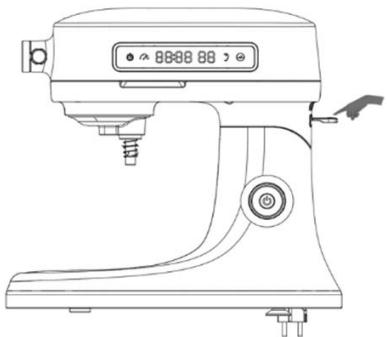
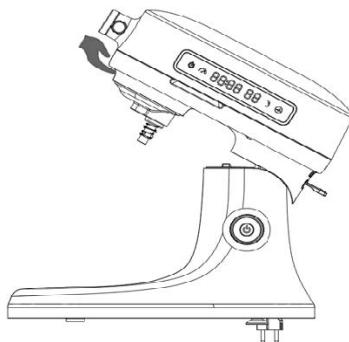

Figura 1
Figura 2
1. Coloque la máquina empaquetada sobre la mesa, sujeté el cabezal con la mano izquierda y, a continuación, pulse el botón de subida del cabezal hacia abajo con la mano derecha (figura 1), el cabezal se levantará automáticamente, la mano izquierda sujetá suavemente el cabezal hacia arriba hasta que haga clic, la máquina estará completamente abierta y bloqueada (figura 2).